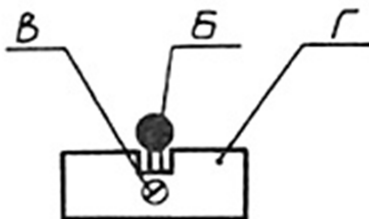

Рис. 4 – Схема настройки прицельного приспособления
8.11. Перед эксплуатацией пистолет следует привести к нормальному бою, т.е. отрегулировать прицельное приспособление. Эту работу рекомендуется проводить в следующем порядке (рис. 4):
- 3) подготовить пистолет к стрельбе, прицелиться (рисунок 4) и произвести несколько выстрелов по мишени с выбранной вами дистанции;